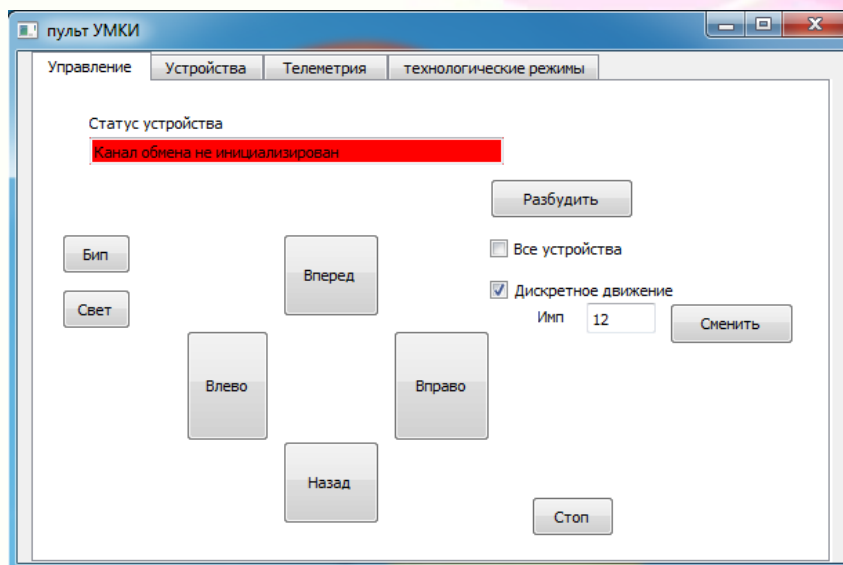

Рисунок 3. Окно программы: "Пульт УМКИ"
3. После нажатия на любую клавишу, появляется рабочее окно с вкладками: «Управление», «Устройства», «Телеметрия», «Технологические режимы» (рис.3)